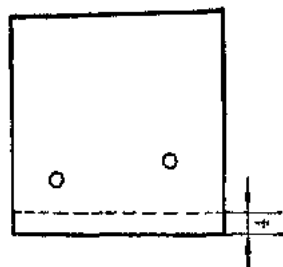

图 4
3. 做如图 2 尺寸的木板 c 一块, 但两孔离板下边需向上平移 4 毫米, 注意保持两孔间相对位置不变, 如图 4。然后把